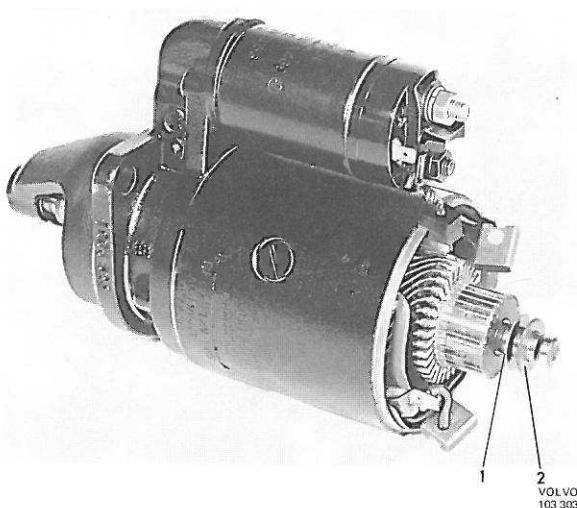

Fig. 3-9. Démarreur avec plateau porte-balais déposé
N.B, Rondelles conformément à la fig. 3-9.
11. Mettre les rondelles sur l'arbre d'induit, comme le montre la fig. 3-9.